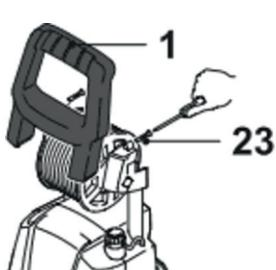
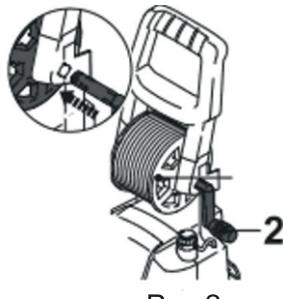
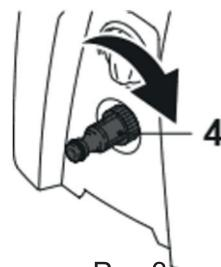

Рис.1
Рис.2
Рис.3
Полностью соберите изделие перед использованием. Наденьте ручку (1) на раму катушки и закрепите ее двумя винтами (23). Затяните винты(23) с помощью подходящей отвертки (рис. 1). Вставьте рукоятку (2) в отверстие катушки (10), убедитесь, что она зафиксирована на месте (рис. 2). Прикрутите соединитель водяного шланга (4) к отверстию для подачи воды (5) (рис. 3).